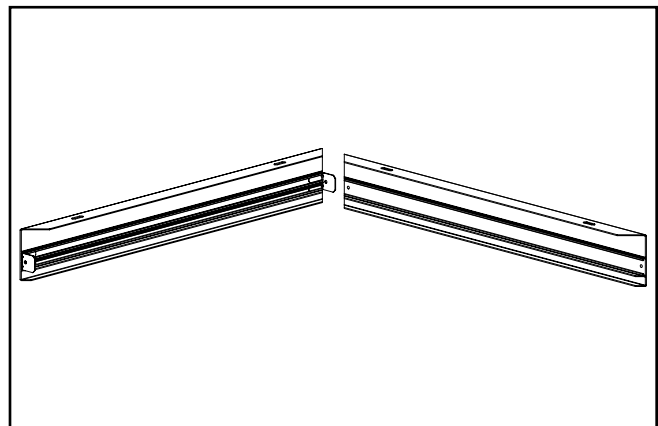

Figure 2.
2. Glissez le cadre adjacent en place de manière à ce que les espaces de trous s'alignent avec ceux du support en L. (Figure 2.)